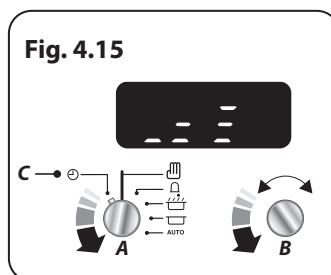

Fig. 4.15
Vrid **timervredet (A)** till **klockinställningen (C)**. Vrid **inställningsvredet (B)** motsols tills signalstaplarna visas (**Fig. 4.15**).